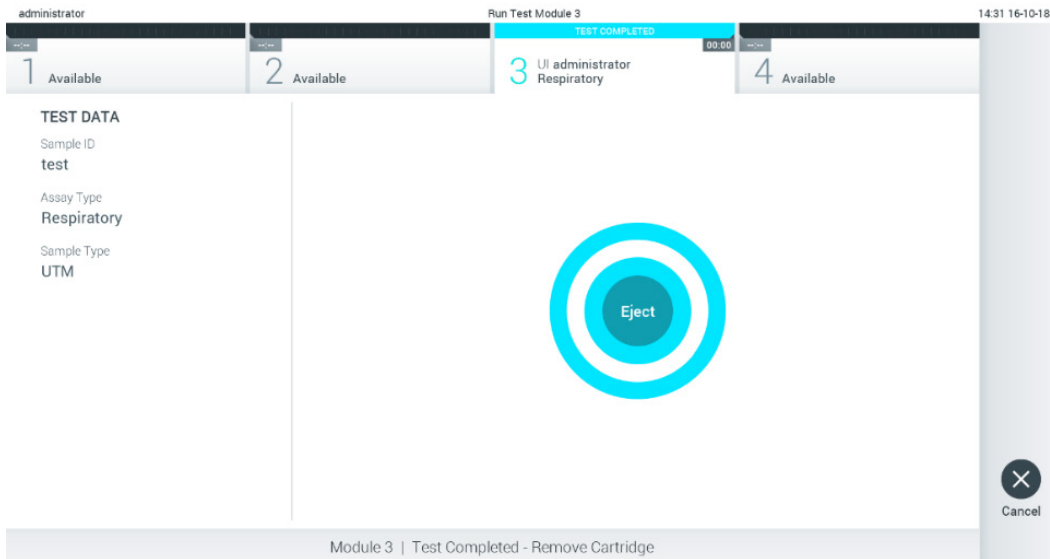

Figura 29. Afișarea ecranului Eject (Scoatere).
10. După ce testarea este finalizată, va apărea ecranul **Eject** (Scoatere) (Figura 29).